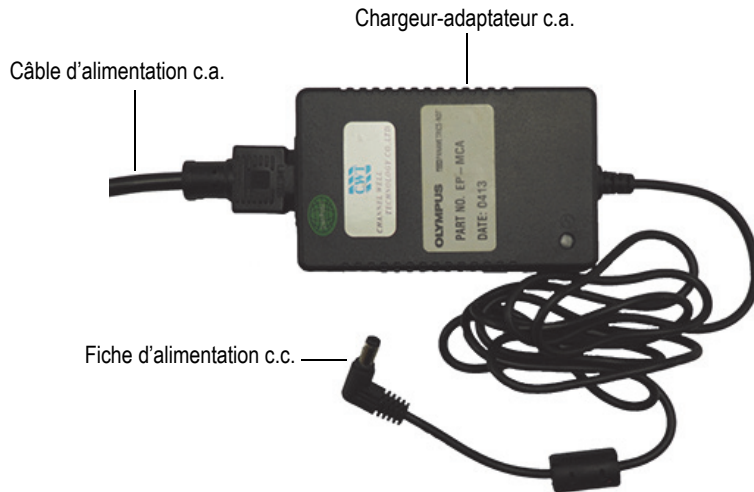

Figure 3-2 Chargeur-adaptateur c.a.
2. Insérez l'autre extrémité du câble dans la prise c.a. du chargeur-adaptateur c.a. (voir la Figure 3-2 à la page 43).